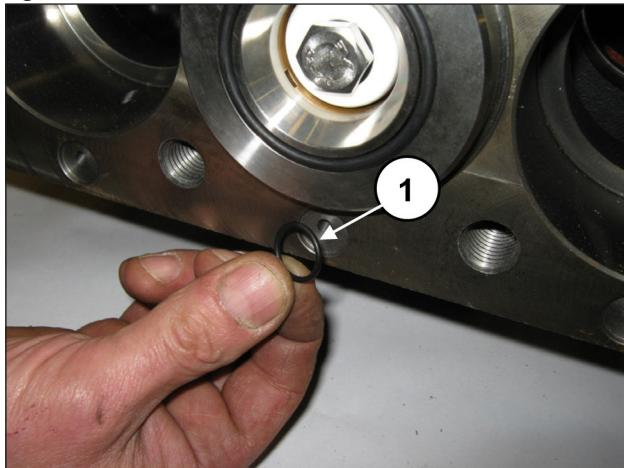

Fig. 130
Appicare i 6 O-ring frontali del carter pompa (pos. ①, Fig. 130).